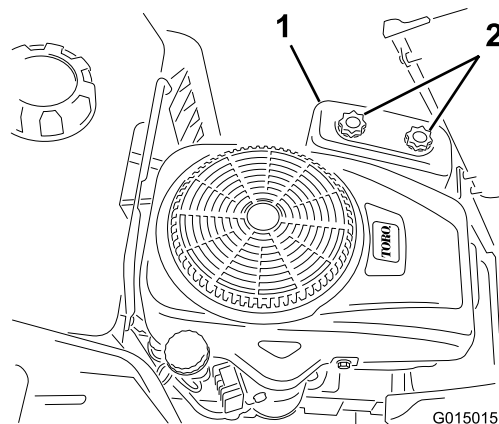

Figura 29
4. Retire la tapa del limpiador de aire desenroscando los 2 pomos (Figura 29).
3. Instale la tapa del limpiador de aire y apriete los 2 pomos (Figura 29).